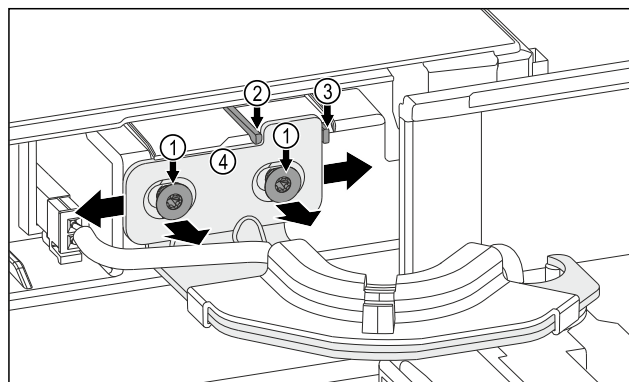

Fig. 11
- ▶ Разхлабете двата винта Fig. 11 (1).
- ▶ Преместване на вратата надясно: Отстранете осигурителната пълка Fig. 11 (3).
- ▶ Преместване на вратата наляво: Отстранете осигурителната пълка Fig. 11 (2).
- ▶ Крайната позиция на вратата е достигната: Завинтете двата винта Fig. 11 (1).